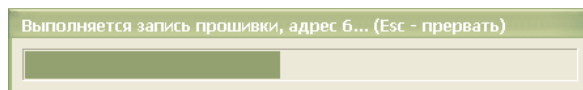

Рисунок 16
7) Начнется процесс записи встроенной программы БПДД-CAN, который может занять несколько секунд (рисунок 16).